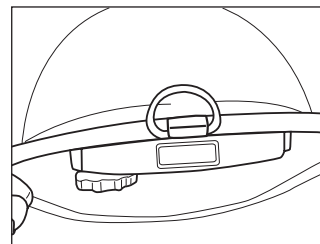

Figure 22
- Revenez à la première vis et finissez de la serrer (figure 22).